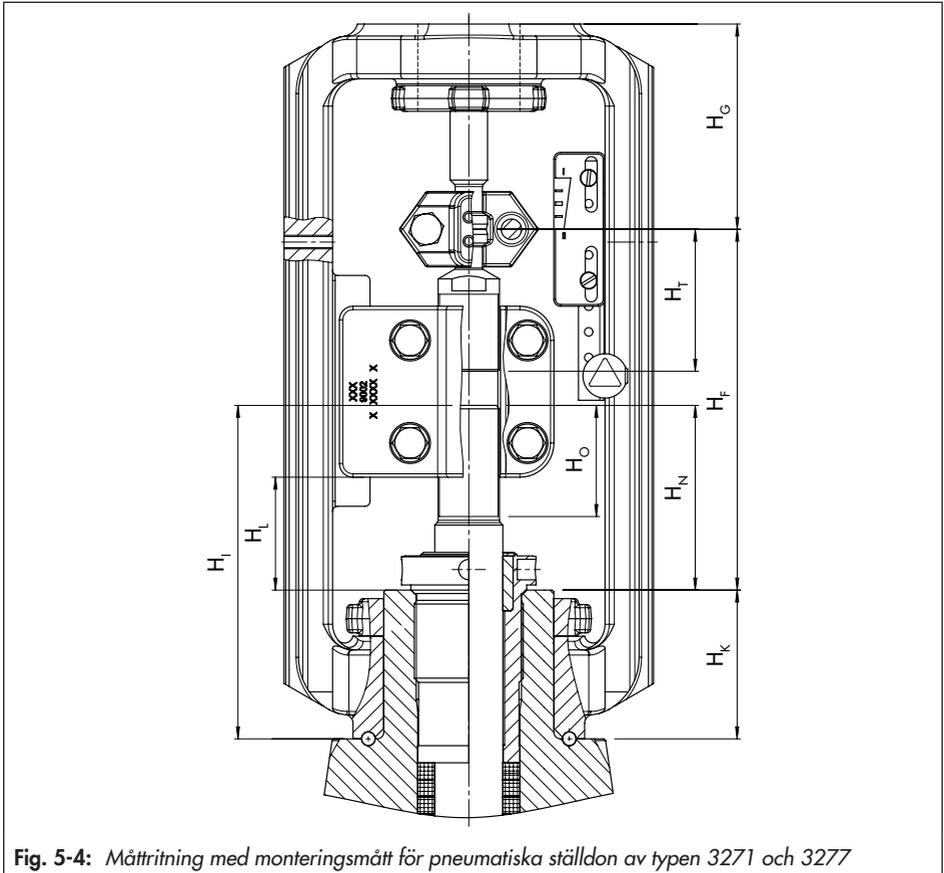

Fig. 5-4: Måttitning med monteringsmått för pneumatiska ställdon av typen 3271 och 3277
**Tabell 5-3:** Monteringsmått för pneumatiska ställdon av typen 3271 och 3277 · Se Fig. 5-4 för mättriting
Efter montering av ställdonet måste slagindikatorskalan inriktas. Det gör du genom att rikta in "0" på slagindikatorskalan med spetsen på spindelanslutningsklämman (se Fig. 5-4).